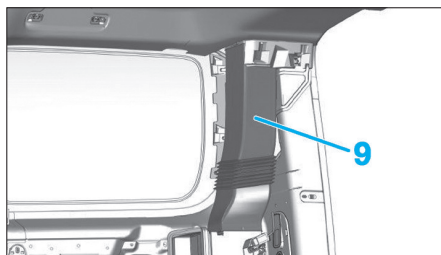

Fig. 49
- Déposer les différents conduit d'air (9) (Fig.49).